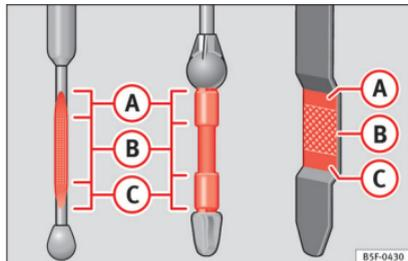

Abb. 204 Ölmesstab
- Den Messstab anschließend wieder herausziehen und den Ölstand ablesen »» **Abb. 204**. Füllen Sie gegebenenfalls Motoröl nach.